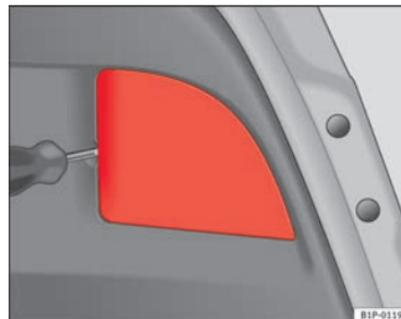

Fig. 171 Luzes na porta do porta-bagagens
- Retire a tampa com ajuda de uma chave de parafusos ⇒ Fig. 171.